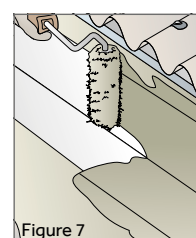

Figure 7
- Appliquer la deuxième couche de Paracoating Eco-Activ au rouleau, à raison de 900 g/m2 (figure 7).